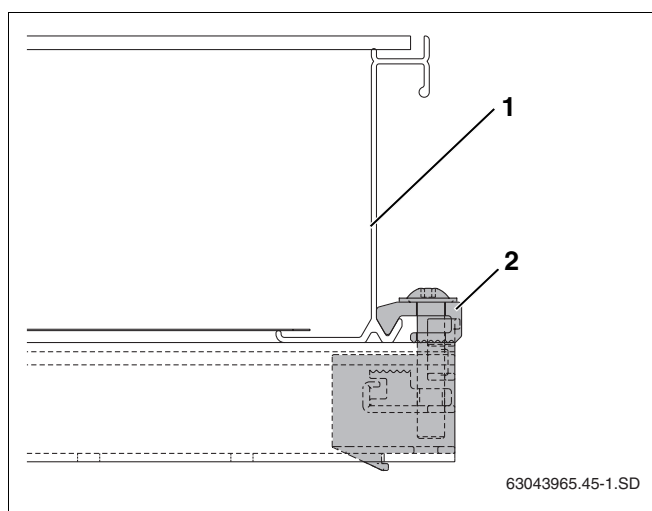

Fig. 43 Giunto di collegamento unilaterale per collettore dopo l'avvitamento
- Far scivolare con cautela il collettore (fig. 43, **pos. 1**) contro il giunto di collegamento unilaterale e allineare orizzontalmente.
- Avvitare il giunto di collegamento unilaterale per collettore (fig. 43, **pos. 2**) con la chiave SW5.
Il pressore del giunto di collegamento (fig. 43, **pos. 2**) fa ora presa sul bordo inferiore del collettore.